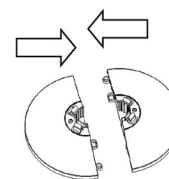

ABBILDUNG 1
1. Stecken Sie den vorderen und den hinteren Teil des Standfusses ineinander, wie in ABBILDUNG 1 dargestellt.